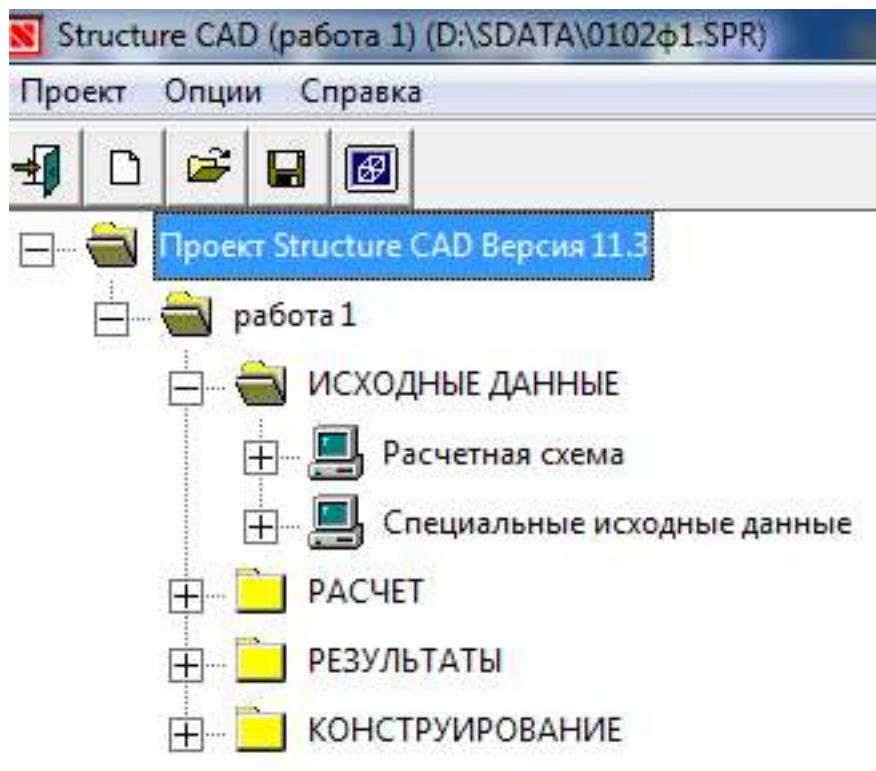
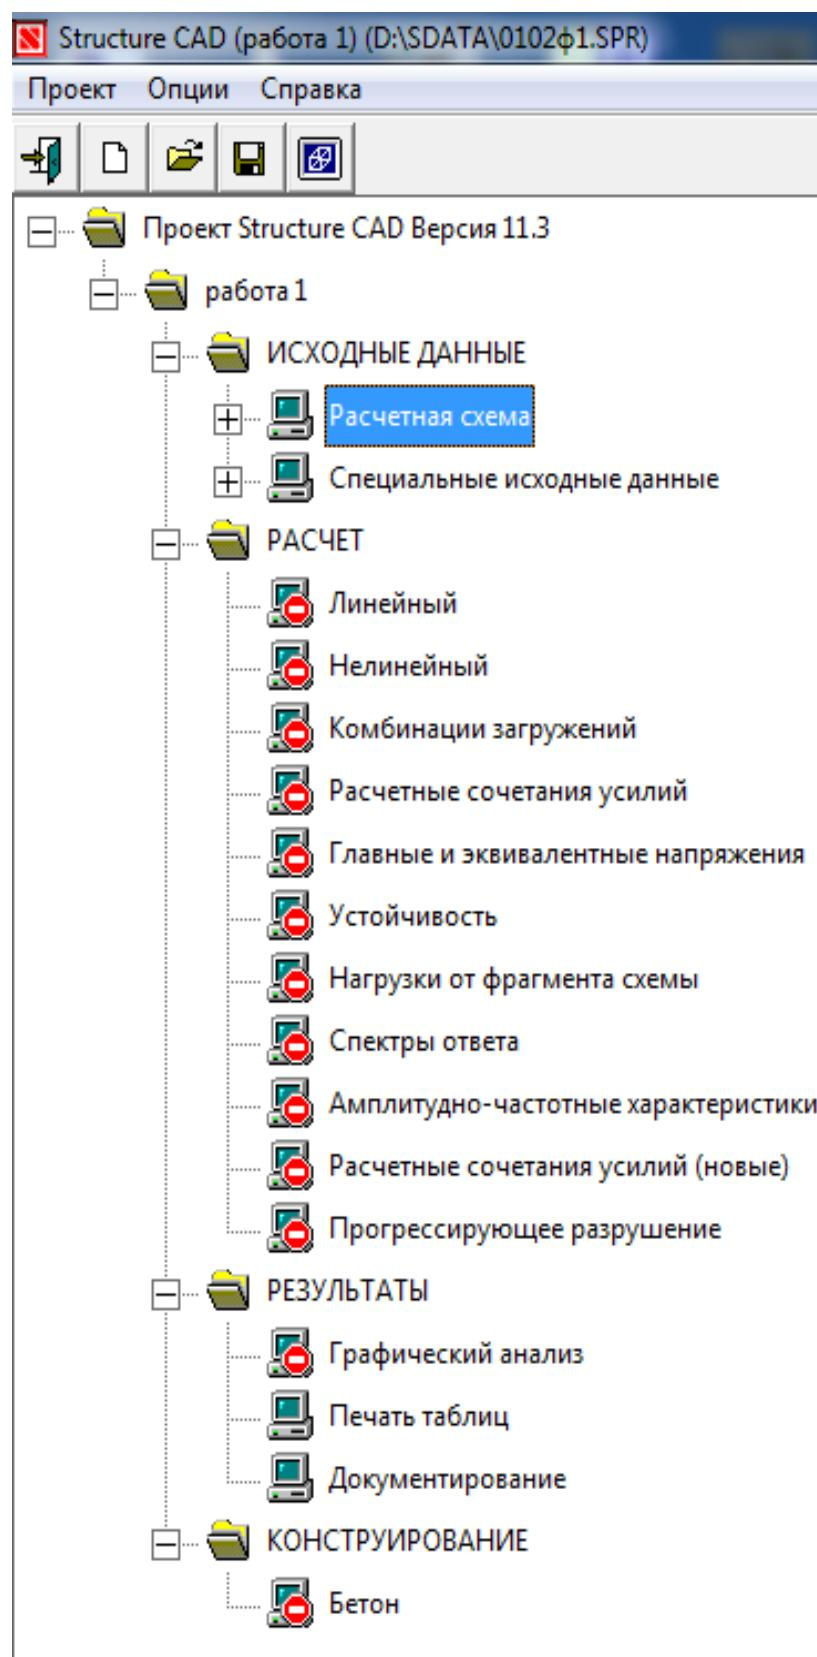

Рисунок 1.5- Дерево проекта
Рисунок 1.6- Дерево проекта SCAD в развернутом виде
Команда «Сохранить» сохраняет новый проект и открывает окно со схемой Дерево проекта (рис. 1.5, рис. 1.6).
12. Чтобы произвести расчет построенной расчетной схемы, необходимо активизировать вкладку Управление и выйти в Дерево проекта нажатием кнопки на инструментальной панели. В группе функций раздела Расчет следует подвести курсор к позиции Линейный и дважды нажать левую кнопку мыши(позиция доступна, если имеет пиктограмму доступен). В появившемся диалоговом окне Параметры расчета можно выбрать характеристики будущего расчета и нажать кнопку ОК. Если позиция Линейным имеет вид (недоступен) (рис.1.6.), это значит, что SCAD выполнить расчет не может, чаще всего из-за полного или
частичного отсутствия начальных данных, вводимых в разделе **Расчетная схема**, (один из раздела второго уровня будет иметь пиктограмму) (рис. 1.6.).